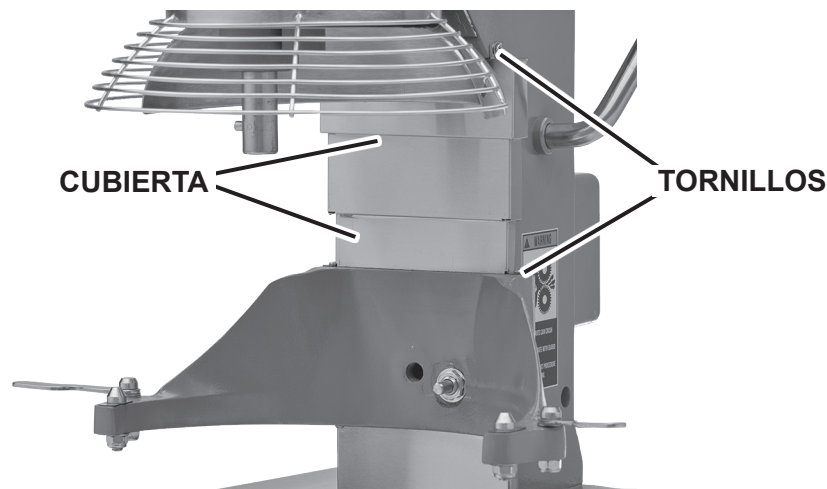

Fig. 12
- Quite la cubierta (Fig. 12), que está asegurada con tornillos.